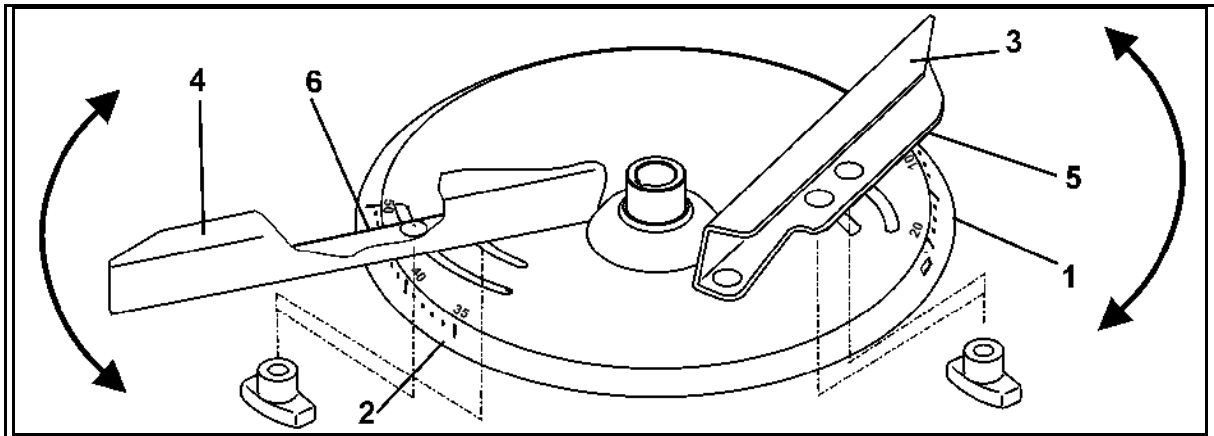

Fig. 43
For at sikre en nøjagtig indstilling af de enkelte spredeskavlstillinger uden brug af værktøj er der placeret to forskellige skalaer (Fig. 43/1 og Fig. 43/2), som ikke kan forveksles, på hver spredeskive.
- Den korteste spredeskavl (Fig. 43/3) har en skala (Fig. 43/1) med værdier fra 5 til 28, og den længste spredeskavl (Fig. 43/4) en skala (Fig. 43/2) med værdierne 35 til 55.
- Aflæs indstillingsværdien for den korte spredeskavl (Fig. 43/3) på aflæsningskanten (Fig. 43/5).
- Aflæs indstillingsværdien for den lange spredeskavl (Fig. 43/4) på aflæsningskanten (Fig. 43/6).
- Når spredeskavlene drejes til en højere talværdi på skalaen (Fig. 43/1 el. Fig. 43/2), bliver arbejdsbredden større.